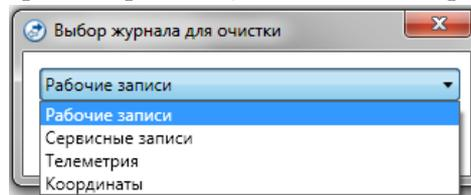

Рис. 49 Окно выбора типа записи
- ✓ Во вкладке *Журнал событий* выберите *Очистить*. В открывшемся окне выберите тип записи (рабочие, сервисные, телеметрия, координаты) и нажмите *ОК* (рис. 49).